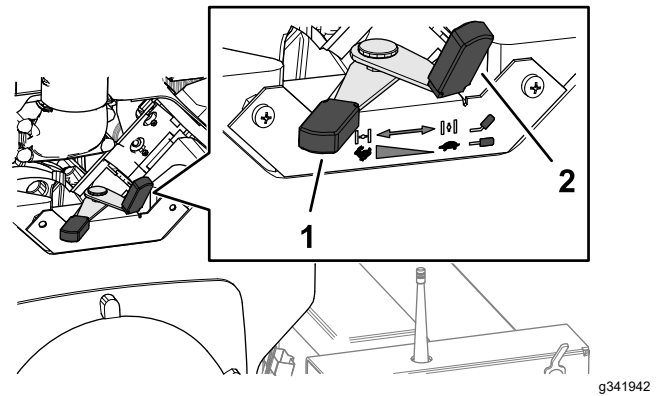

Figura 15
2. Dacă motorul este rece, mutați maneta de oc (Figura 15) în poziia PORNIT.
3. Deplasați maneta de acceleraie (Figura 15) la jumătatea distanței dintre pozițiile Lent i Rapid.